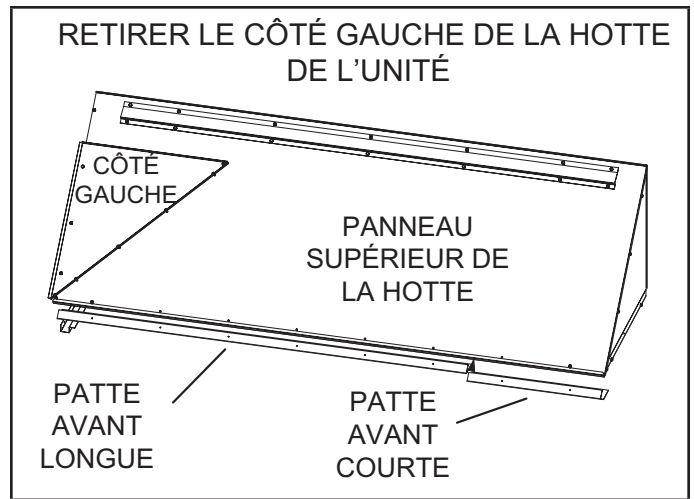
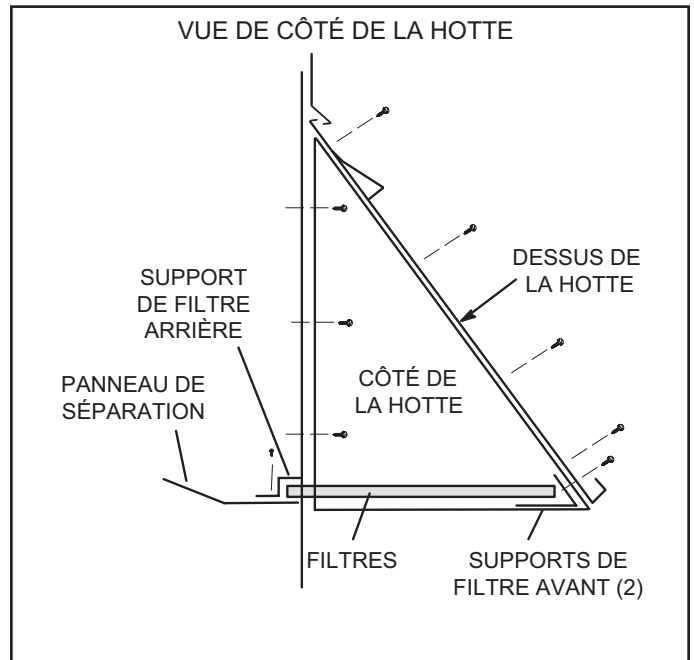

FIGURE 14
FIGURE 15
- 6 - Installez le support du filtre arrière sur le panneau de division de l'unité comme indiqué à la FIGURE 15.
- 8 - Installez le support de filtre avant plus long sur le dessus de la hotte, comme indiqué à la FIGURE 14 et à la FIGURE 15. Insérez les quatre filtres.